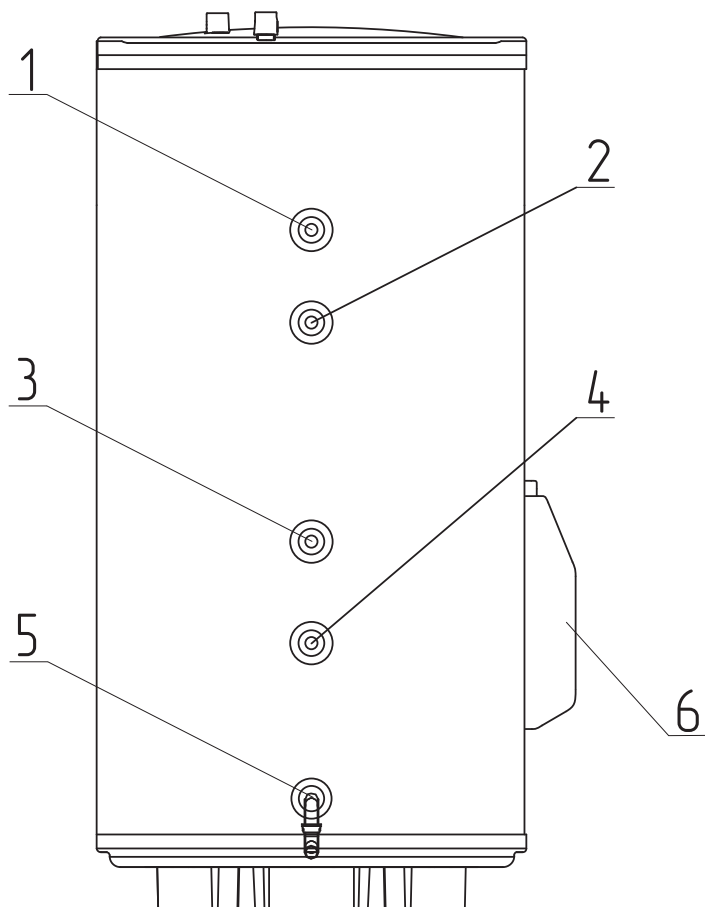
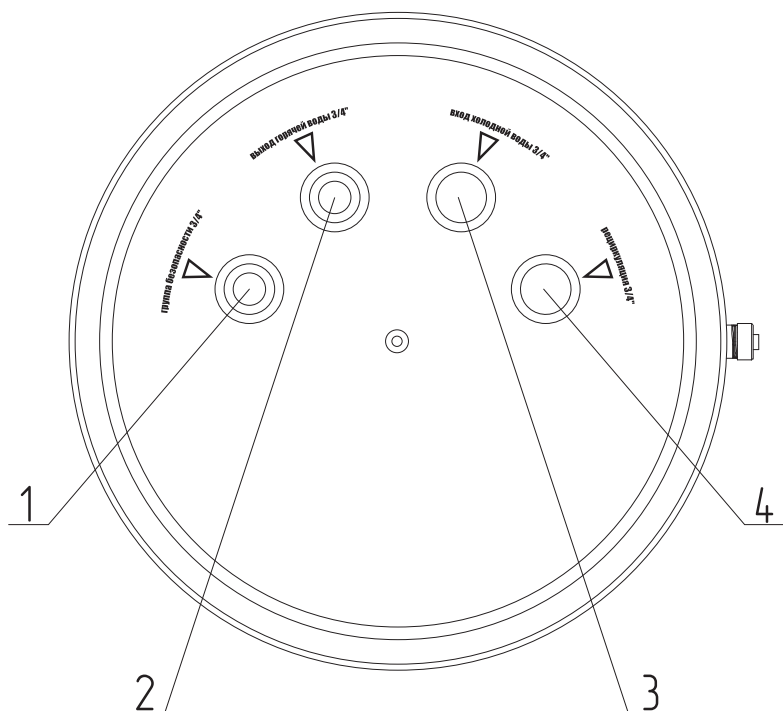
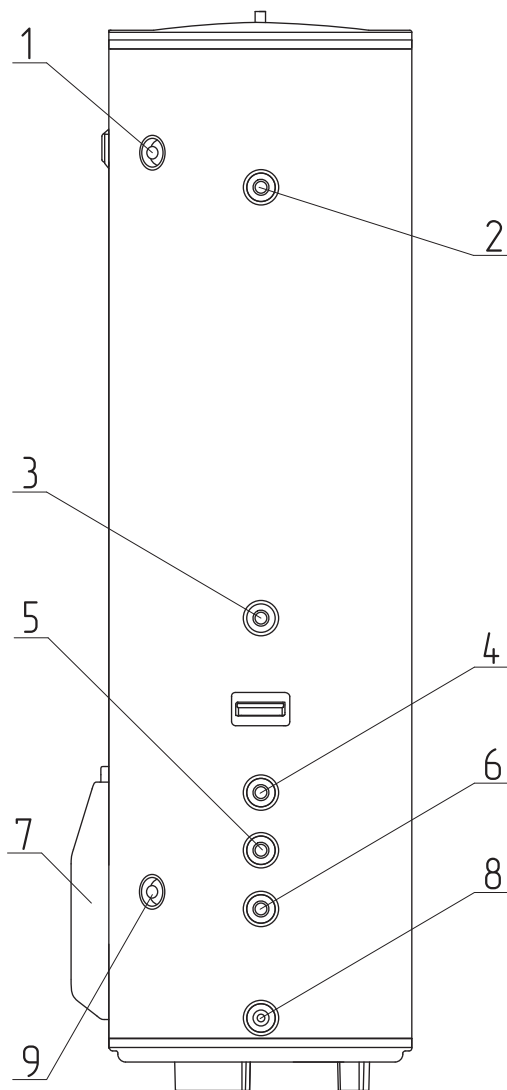
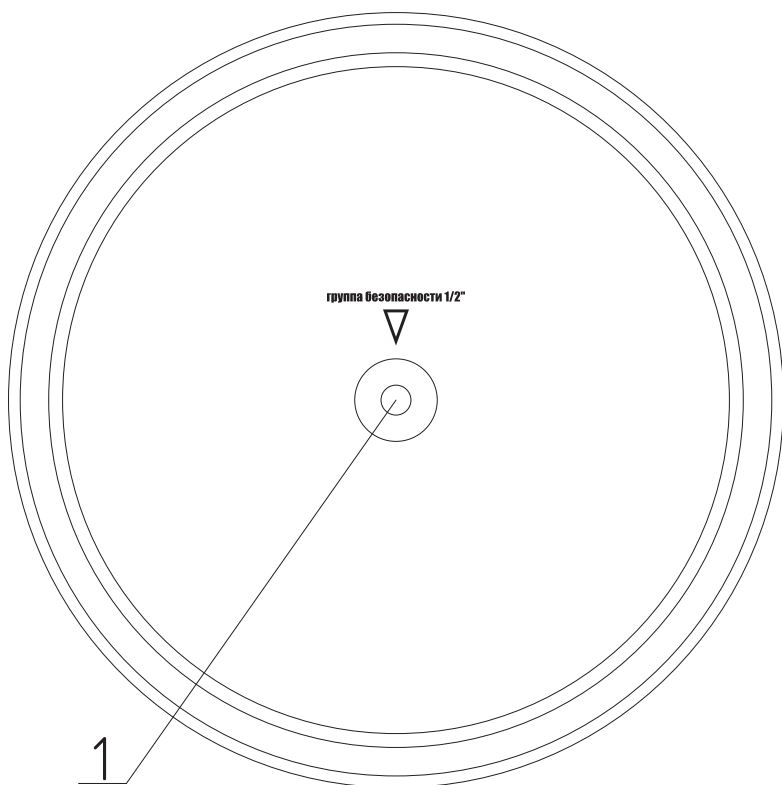

Рис.1 Устройство водонагревателя ZOTA TUNA 150-200
Рис.2 Устройство водонагревателя ZOTA TUNA 150-200 (вид сверху)
Рис.3 Устройство водонагревателя ZOTA TUNA 300
Рис.4 Устройство водонагревателя ZOTA TUNA 300 (вид сверху)
- Группу безопасности, с настройкой предохранительного клапана 6 бар, необходимо устанавливать на верхней крышке водонагревателя в резьбовой патрубке, специально предназначенный для этого (**Рис.2, поз.1; Рис.4, поз.1**). На отверстие предохранительного клапана, предназначенное для сброса давления и слива воды, должна быть установлена сливная трубка, выведенная в дренаж, для удаления воды.
4. На входной патрубке (**Рис.2, поз.3, Рис.3, поз.9**) накрутите предохранительный клапан так, чтобы течение воды совпадало с направлением стрелки на корпусе клапана. Во время работы водонагревателя вода может просачиваться из выпускной трубы предохранительного клапана для сброса излишнего давления, что происходит в целях безопасности водонагревателя. Эта выпускная труба должна оставаться открытой для атмосферы и должна быть установлена постоянно вниз и в незамерзающей окружающей среде.
6. К выходному патрубку водонагревателя (**Рис.2, поз.2, Рис.3, поз.1**) подключите магистраль горячего водоснабжения, идущую к потребителям.
7. Установите группу безопасности на предназначенный для этого патрубок, находящийся в верхней части водонагревателя (**Рис.2, поз.1, Рис.4, поз.1**).
Для непосредственного слива воды из внутреннего бака на водонагревателе предусмотрен сливной патрубок (**Рис.1, поз.5, Рис.3, поз.8**).